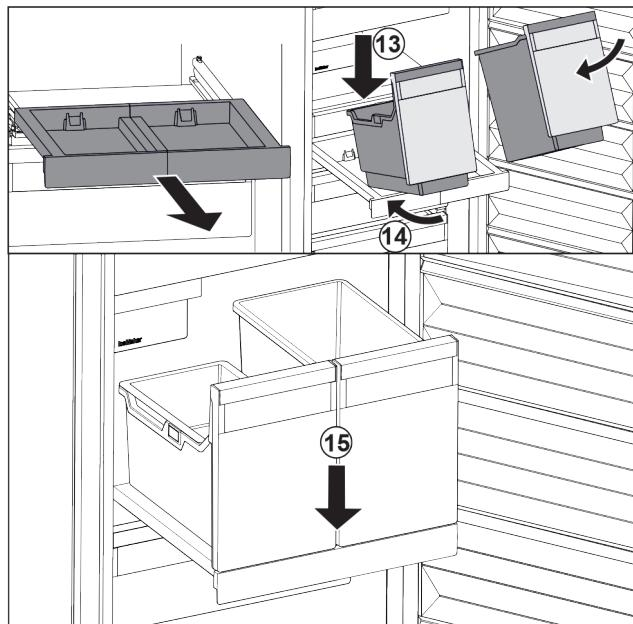

Fig. 95
- Stavite spremnik ukoso na izvlačnu ploču. Fig. 95 (13)
- Gurnite spremnik ukoso prema natrag. Fig. 95 (14)
- Spustite spremnik naprijed. Fig. 95 (15)